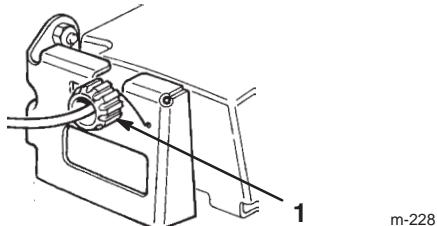

Bild 24
Stellen Sie, wenn Ihr Rasenmäher keinen Selbstantrieb hat oder dazu neigt, sich von selbst fortzubewegen, wenn sich der Schaltbügel in einem Abstand von **mehr** als 3,8 cm vom Griff entfernt befindet, das Radantriebs-Handrad hinten am Getriebe ein (Bild 24).
2. Drehen Sie das Handrad $1/2$ Umdrehungen im Uhrzeigersinn, wenn der Rasenmäher seinen Selbstantrieb verloren hat. Drehen Sie, wenn der Rasenmäher vorwärts kriecht, das Handrad $1/2$ Umdrehungen entgegen dem Uhrzeigersinn (Bild 24).